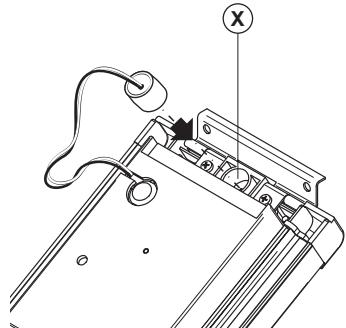

Fig. 7
7. Placer le micro du portier électrique dans le logement spécifique (X) (**Fig. 7**) ;